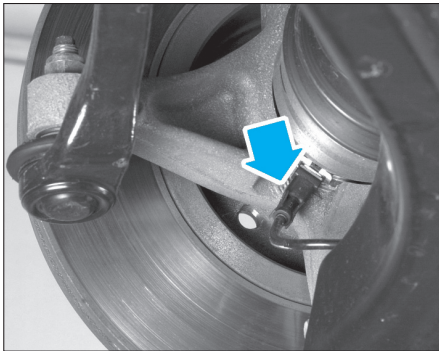

FIG. 10
- Dégrafer le capteur de vitesse de roue sur le pivot (Fig.10).